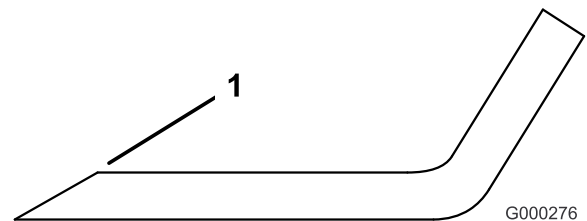

Bild 88
3. Untersuchen Sie die Schnittkanten aller Messer. Schärfen Sie alle stumpfen und ausgekerbten Schnittkanten. Schärfen Sie nur die Oberseite der Schnittkanten und behalten dabei den ursprünglichen Schnittwinkel bei, um die Schärfe des Messers zu gewährleisten (Bild 88). Das Schnittmesser behält seine Auswuchtung bei, wenn von beiden Schnittkanten die gleiche Materialmenge entfernt wird.